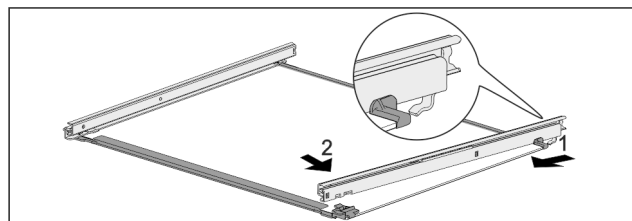

Fig. 85 Placa de sticlă cu șine
- ▶ Agățați șina în partea din spate. Fig. 85 (1)
- ▶ Înclichetați șina în partea din față. Fig. 85 (2)